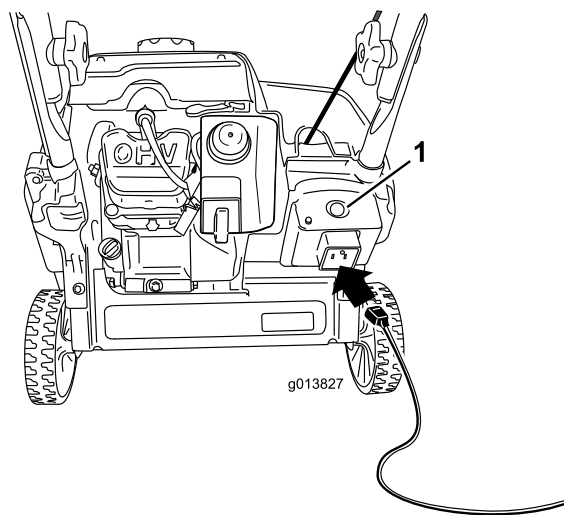
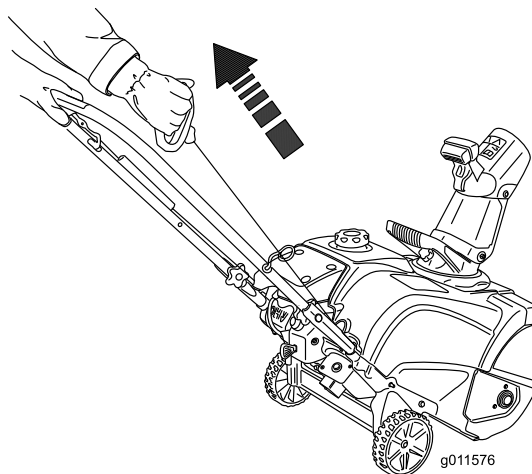

Figure 18
Figure 19
4. Branchez la rallonge sur le secteur et sur la machine, puis appuyez sur le bouton du démarreur électrique (modèle 38473 uniquement) (Figure 18), ou tirez la poignée du lanceur (Figure 19).